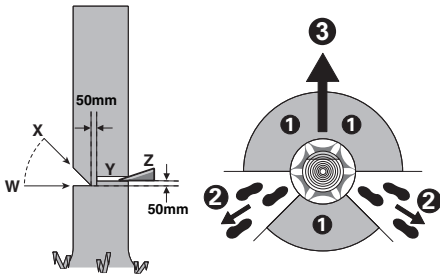

Abbildung 1
Vor dem Fällen sollte ein Fluchtweg geplant und wenn nötig freigemacht werden. Der Fluchtweg sollte nach hinten und diagonal zur Rückseite der erwarteten Falllinie erweitert werden, wie in Abbildung 1 dargestellt.
Setzen Sie einen Kerbschnitt, der ein Drittel des Stammdurchmessers ausmacht, im rechten Winkel zur Fallrichtung, wie in Abbildung 1 dargestellt. Zuerst den unteren waagrecht Kerbschnitt durchführen (W). Dadurch wird das Einklemmen der Sägekette oder der Führungsschiene beim Setzen
Setzen Sie den Fällschnitt 50 mm höher als den waagerechten Kerbschnitt (Y), wie in Abbildung 1 dargestellt. Den Fällschnitt parallel zum waagerechten Kerbschnitt ausführen. Den Fällschnitt nur so tief einsägen, dass noch ein Steg (Fällleiste) stehen bleibt, der als Scharnier wirken kann. Der Steg verhindert, dass sich der Baum dreht und in die falsche Richtung fällt. Sägen Sie den Steg nicht durch.
Bei Annäherung des Fällschnitts an den Steg sollte der Baum zu fallen beginnen. Wenn sich zeigt, dass der Baum möglicherweise nicht in die gewünschte Richtung fällt oder sich zurück neigt und die Sägekette festklemmt, den Fällschnitt unterbrechen und zur Öffnung des Schnitts und zum Umliegen des Baumes in die gewünschte Falllinie Keile aus Holz, Kunststoff oder Aluminium verwenden (Z) (3). Wenn der Baum zu fallen beginnt, die Kettensäge aus dem Schnitt entfernen, ausschalten, ablegen und den Gefahrenbereich über den geplanten Fluchtweg verlassen (2). Auf herunterfallende Äste achten und nicht stolpern. (Siehe Abb. 1)